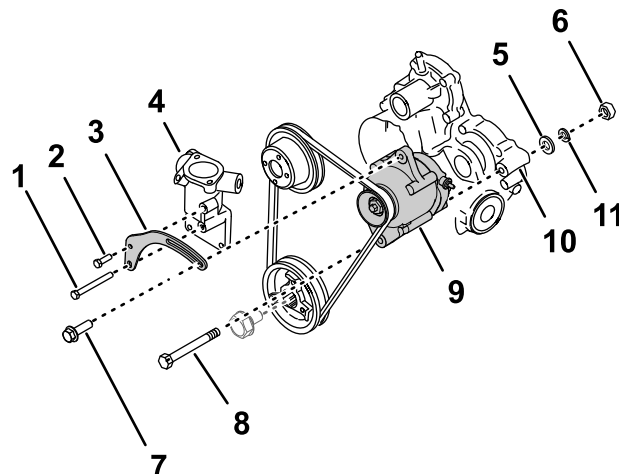

Figura 243
1. Allineate i fori nella nuova staffa tendicinghia con i fori nell'alloggiamento del termostato (Figura 243).
2. Montate la staffa tendicinghia sull'alloggiamento del termostato e sulla testa del cilindro con il bullone della staffa tendicinghia corta nel foro superiore e il bullone della staffa tendicinghia lunga nel foro inferiore (Figura 243).
4. Allineate il foro inferiore nell'alternatore (60 A) con il foro nella scatola degli ingranaggi del motore e fate scorrere la cinghia sulla puleggia dell'alternatore (Figura 243).
6. Montate senza serrare il dado (10 mm) sul bullone di rotazione (Figura 243).
7. Montate il bullone di blocco dell'alternatore attraverso la scanalatura nella staffa tendicinghia e il foro filettato nell'alternatore (Figura 243).
8. Ruotate l'alternatore verso l'esterno fino a ottenere la tensione della cinghia che consenta alla cinghia di deviare di 10 mm quando su di essa viene applicata una forza di 4,5 kg, a metà tra le pulegge (Figura 243).